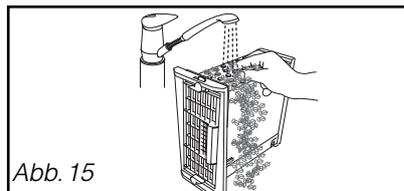

Abb. 15
- Reinigen Sie ihn nur unter fließendem Wasser (Abb.15).